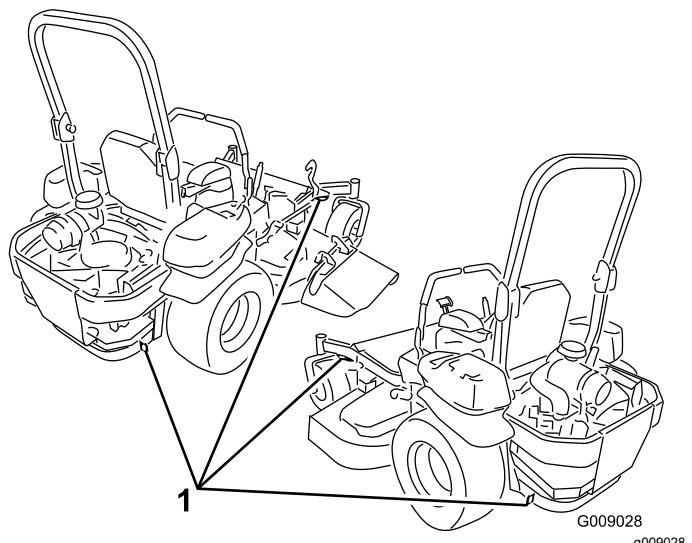

Bild 33
5. Befestigen Sie die Maschine mit den Vergurtungsschleifen aus Metall, Ketten, Kabel oder Seilen am Anhänger oder Pritschenwagen (Bild 33).